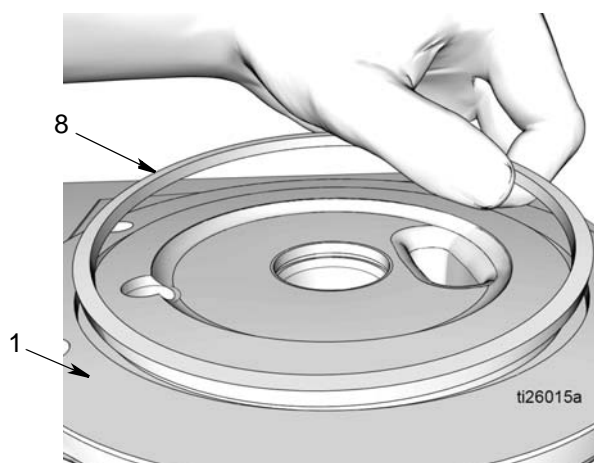

FIG. 45
7. Applicare un sottile strato di grasso all'O-ring quadrato (8). Montare l'O-ring quadrato (8) nella scanalatura sulla base della pompa (1), come mostrato in FIG. 45.